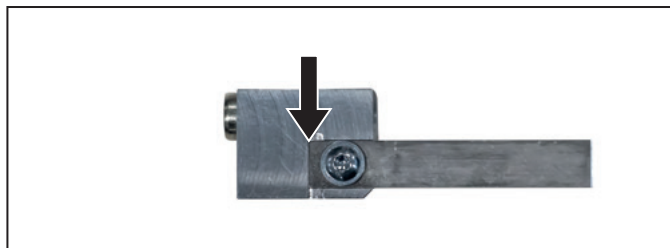

Bild 8.4 Byt hylskapkniv
- Byt ut kniven mot en ny. Se till att den nya kniven hamnar exakt och i linje, se Bild 8.4.